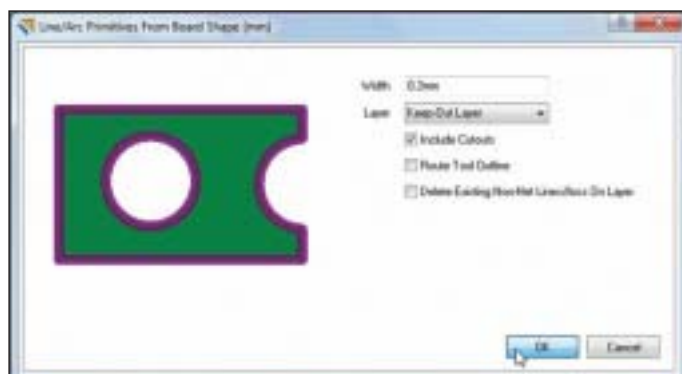

Рис. 72. Область ограничения трассировки
2. В появившемся диалоговом окне установите толщину линий контура 0,2 мм, слой размещения Keep-Out Layer (рис. 72).